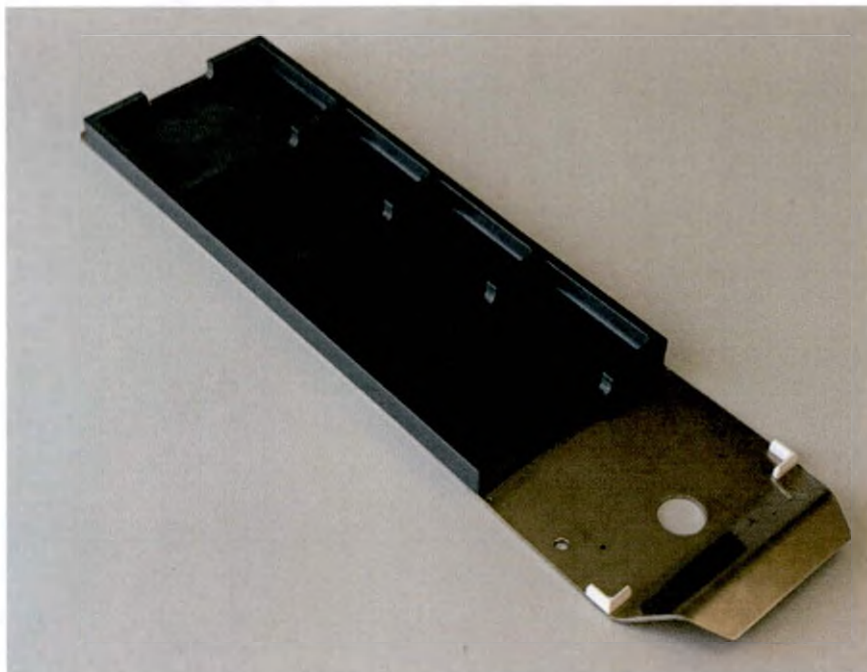

Рис. 9. Дектрей с подставкой для планшетов с ГРС и штатива для кювет под реагенты.
5.5.4. *Дектрей с подставкой для планшетов с ГРС и штатива для кювет под реагенты* (Рис. 9) имеет четыре подставки под ПЦР планшеты и место для штатива для кювет под реагенты или штатива для флаконов.